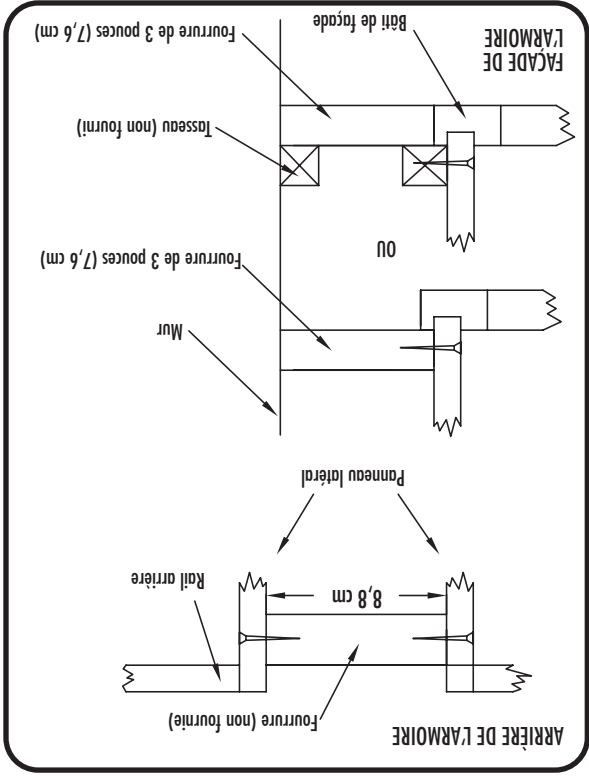

Figure 13
- Attacher la fourrure en place près du bâti de façade de l'armoire ou juste derrière. (Voir Figure 13.)